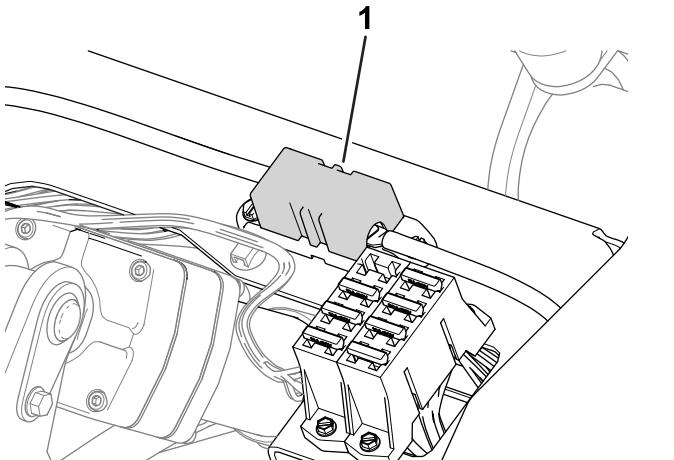

図 47
- 右ホイールモータのヒューズ60 Aは座席下にあります図 47。